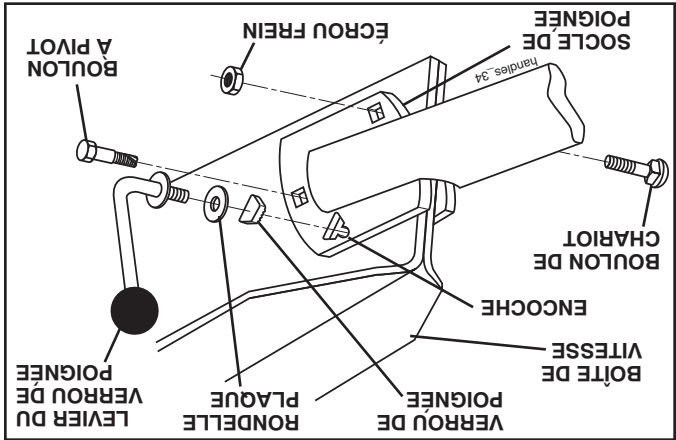

Fig. 5
- Pivotez vers en bas l'ensemble de la poignée. Insérez prémièrement le boulon de chariot arrière avec la tête du boulon l'écrou frein (Voir la Fig. 5).